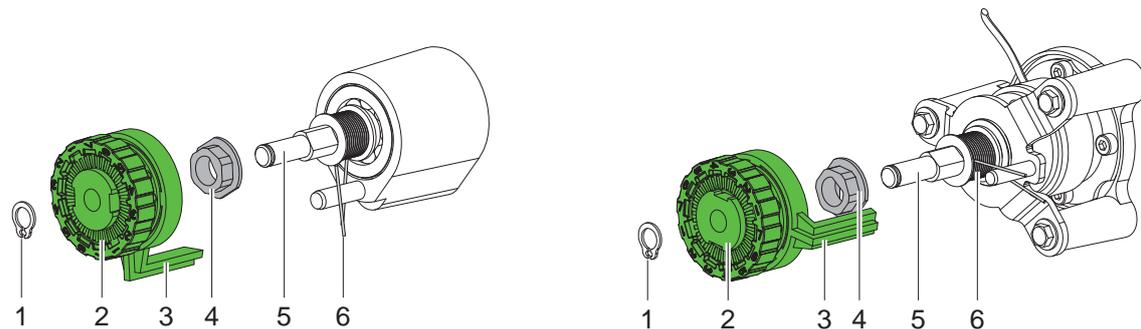

Bild 12 Bremsen an Transferfolienabwickler oben (links) bzw. unten (rechts)
3. Sicherungsring (3) entfernen.
4. Kupplung (1) bzw. Bremse (2) von der Wicklerachse ziehen.
Darauf achten, dass beim Abziehen der Bremse (2) der Mitnehmer (4 / Bild 12) auf der Wicklerachse (5 / Bild 12) bleibt. Gegebenenfalls den abgezogenen Mitnehmer wieder auf die Wicklerachse schieben. Das Achsprofil ist so geformt, dass der Mitnehmer nur in einer bestimmten Ausrichtung auf die Wicklerachse passt.